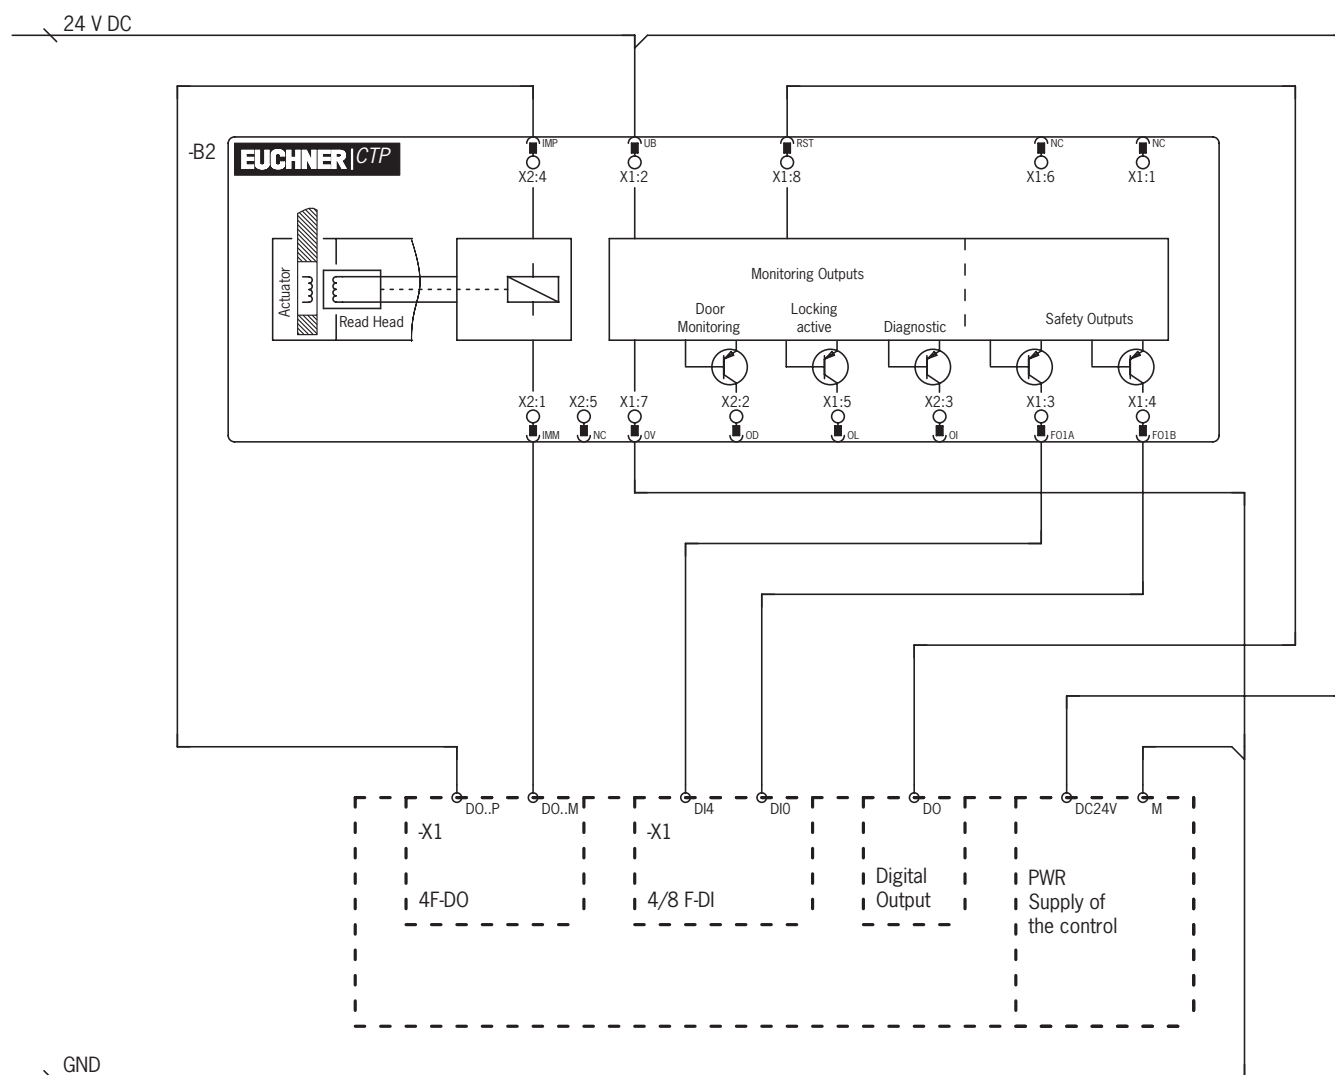

Fig. 4 : Exemple de raccordement à ET200
- En cas de commande sur deux voies de la tension de l'électroaimant par des sorties de sécurité d'une commande / d'un automate, il convient de respecter les points suivants (voir aussi Fig. 4 à la page 17) :